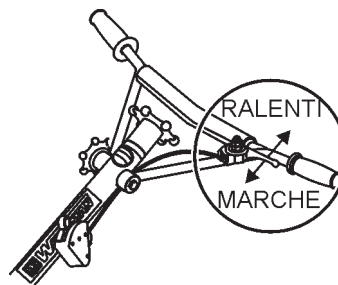

Figure 22. Manette des gaz (position ralenti)
2. Placez la manette des gaz (Figure 22) sur position **ralenti**.